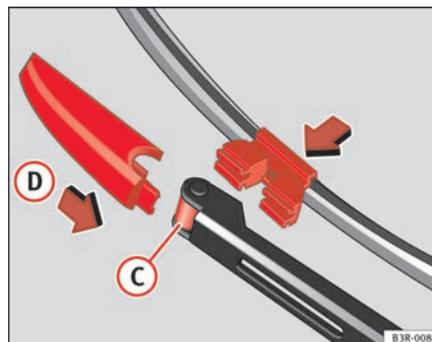

Fig. 170 Colocar a escova
- Coloque a nova escova no alojamento do braço do limpa pára-brisas ⇒ fig. 170 (C).
- Desloque o elemento de bloqueio da escova na direcção da seta (D), até ser perceptível o seu encaixe no braço do limpa pára-brisas.